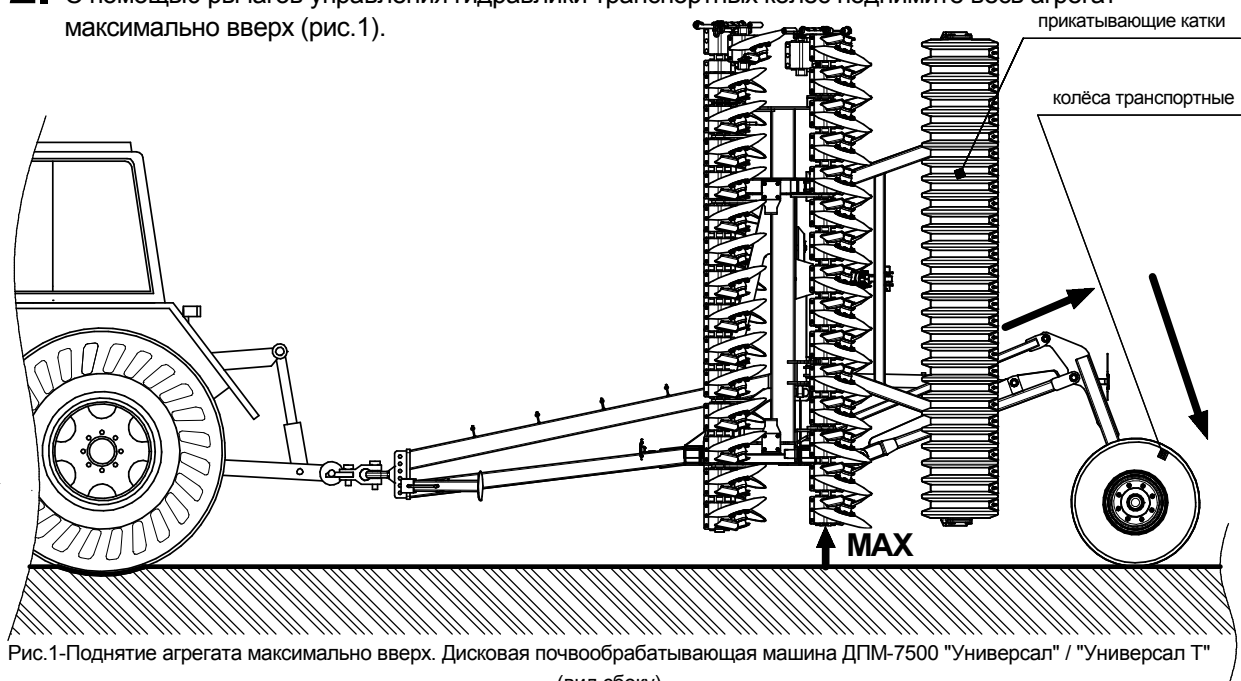

Рис.1-Поднятие агрегата максимально вверх. Дисковая почвообрабатывающая машина ДГМ-7500 "Универсал" / "Универсал Т" (вид сбоку)
2. С помощью рычагов управления гидравлики транспортных колёс поднимите весь агрегат максимально вверх (рис.1).